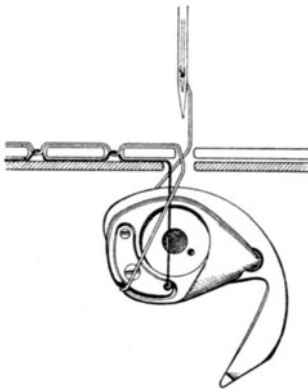

Abb. 40.
**Stichbildung** (Abb. 40.): Der Schiffchenhaken fängt die Oberfadenschlinge, zieht sie bis an seinen Ansaß, erweitert sie, und führt sie um den ganzen Schlingenfänger. Bei der Umkehr seiner Schwingung gleitet die Schlinge ab. Die Spule ist ex-